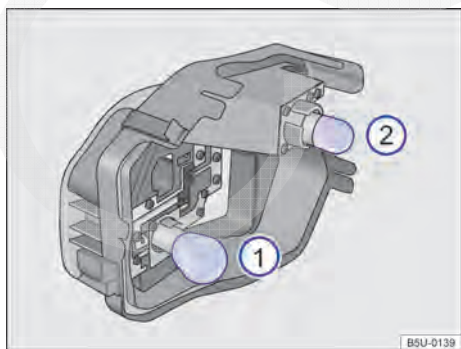

Fig. 174 No suporte das lâmpadas: localização das lâmpadas.
Para remover as lâmpadas incandescentes queimadas → Fig. 174 ① e ②, pressionar a lâmpada contra o suporte e girar, ao mesmo tempo, no sentido anti-horário.
A localização e a identificação das lâmpadas incandescentes → Fig. 174 estão relacionadas a seguir: